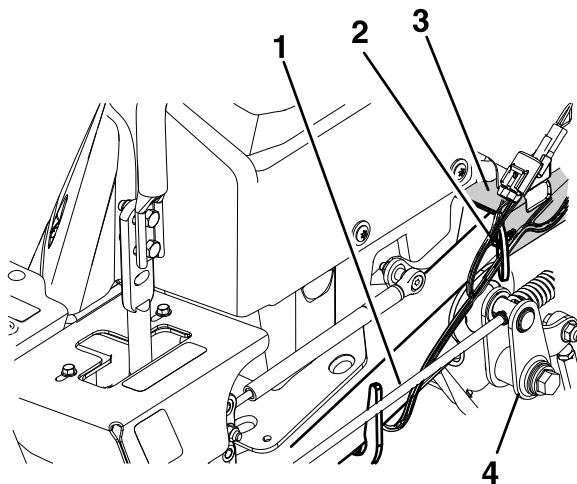

Figura 4
- A. El arnés pasa por debajo del tubo del bastidor y luego hacia arriba entre el acoplamiento de freno superior (ver Figura 4).